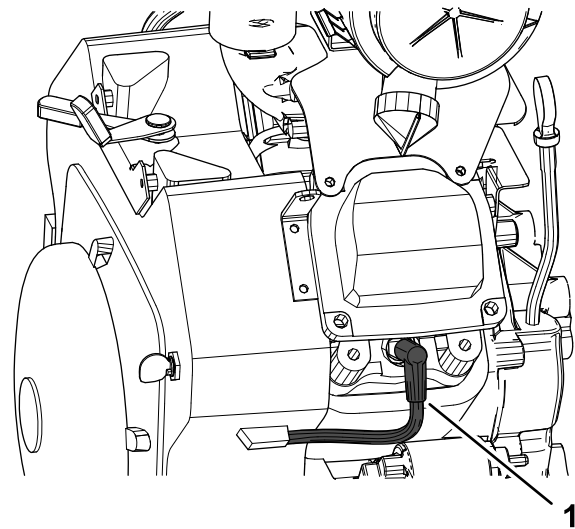

図 35
- 点火プラグ取り付け部の周辺をきれいにぬぐう 図 35。
- 点火プラグのコードを外す 図 35。